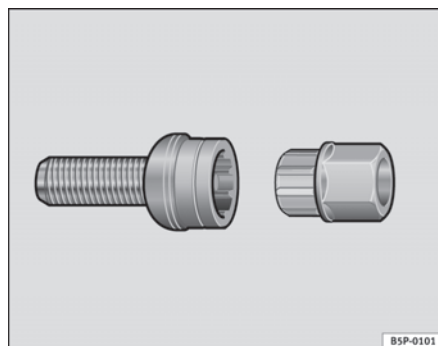

Fig. 179 Viti antifurto
- Innestare l'adattatore nella vite antifurto, spingendolo fino in fondo ⇒ **fig. 179**.